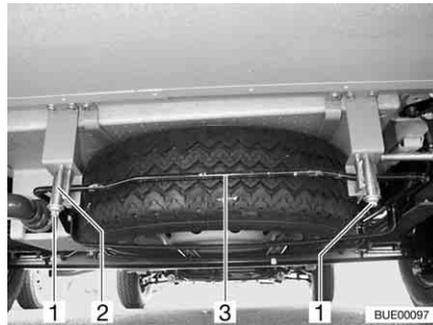

Fig. 249 Suporte da roda sobresselente (armação de suporte)
- Desaperte as porcas (Fig. 249,1) no gancho direito e esquerdo traseiro (Fig. 249,2) do suporte da roda sobresselente.
- Empurre ligeiramente o arco (Fig. 249,3) para cima. Ao mesmo tempo, puxe o gancho para baixo e dependure o arco.